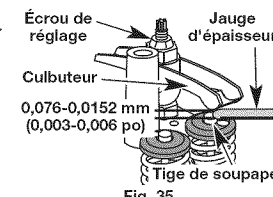

Fig. 35
- a. Tournez l'écrou de réglage à l'aide d'une clé de 8 mm (5/16 po) ou d'un tournevis à embout hexagonal (Fig. 35).